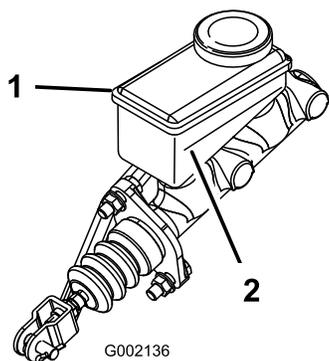

**Рисунок 61**
4. Поднимите капот, чтобы получить доступ к главному тормозному цилиндру и бачку (Рисунок 61).
- Очистите область вокруг крышки бачка и снимите крышку (Рисунок 61).
- Установите на место крышку бака (Рисунок 61).